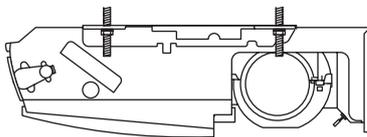

Fig. 3-15
c) Apretar las 2 tuercas hexagonales en cada perno de suspensión para suspender la unidad interior según la Fig. 3-15.